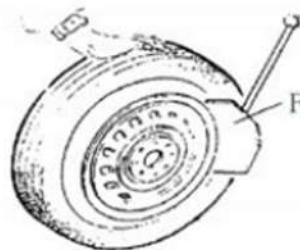

Fig5
Certifique-se de esgotar completamente o ar do pneu, coloque o pneu contra o amortecedor de borracha (S). Traga a pá contra o talão a cerca de 10 mm da borda do aro mostrado na Fig 5. Pedal rompedor de talão da banda de rodagem (U) para empurrar o remo no pneu. Repita as operações acima em diferentes posições ao redor do pneu e em ambos os lados do pneu até que o talão do pneu seja completamente liberado.